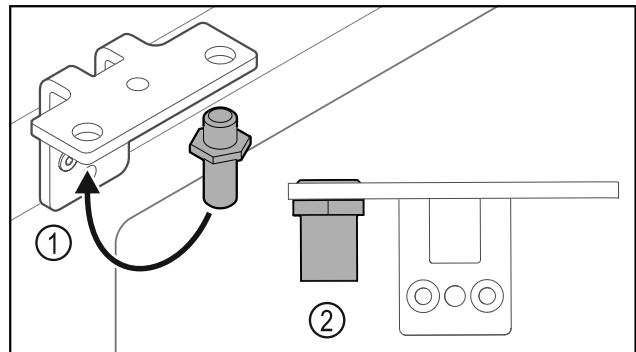

Fig. 27
- ▶ Перемістити палець Fig. 27 (1) у шарнірному кутику.
- ▶ Затягнути палець Fig. 27 (2) з **обертальним моментом 12 Нм**.